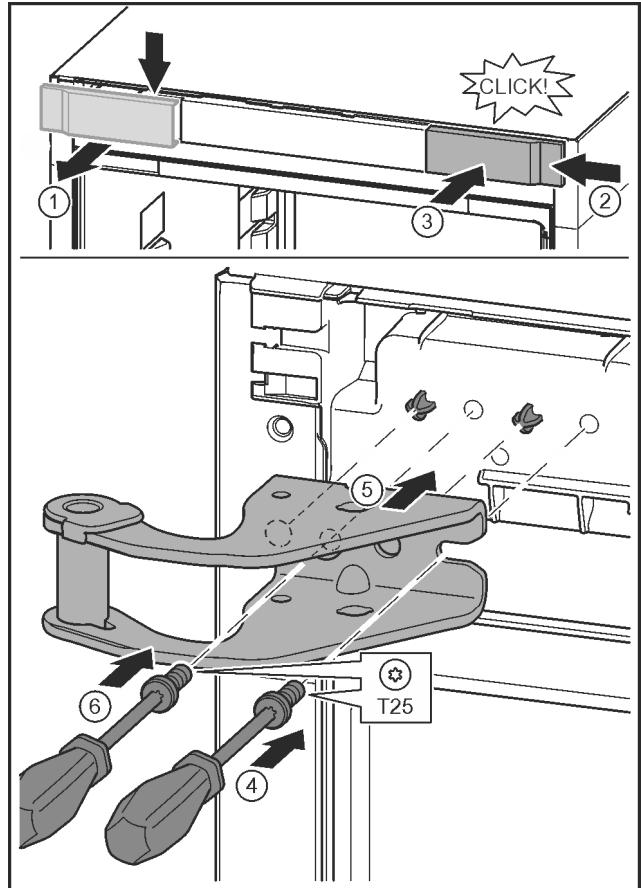

Fig. 26
- ▶ Suelte y retire lateralmente la cubierta. Fig. 26 (1)
- ▶ Enganche por la derecha la cubierta girada 180° en el otro lado. Fig. 26 (2)
- ▶ Encaje la cubierta. Fig. 26 (3)
- ▶ Coloque el tornillo con el destornillador T25. Fig. 26 (4)
- ▶ Coloque el soporte de cojinete superior. Fig. 26 (5)
- ▶ Apriete el tornillo. Fig. 26 (4)
- ▶ Coloque y apriete el tornillo con el destornillador T25. Fig. 26 (6)